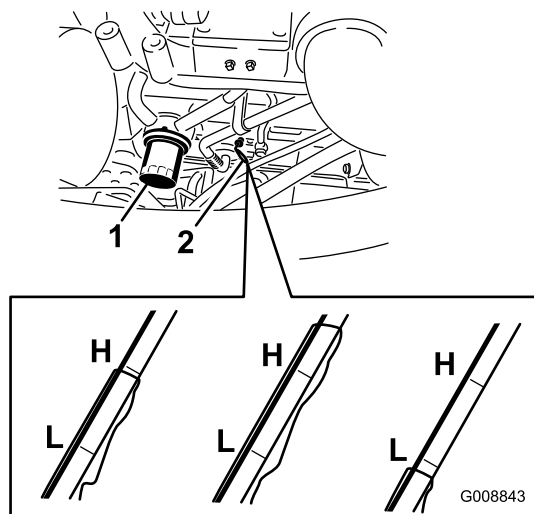

Рисунок 61
2. Извлеките масломерный щуп (Рисунок 61), очистите протрите его, введите щуп в трубку и снова вытяните. Уровень масла должен доходить до отметки Full (Полный).
2. Извлеките масляный фильтр (Рисунок 61). Перед установкой нового фильтра нанесите на его уплотнение тонкий слой чистого масла. **Не перетягивайте фильтр.**